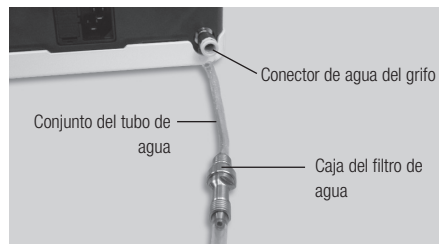

Fig.6
- 2) Conecte el lado del filtro del tubo de agua profundamente en el conector de agua del grifo de la unidad de control. (Fig. 6)